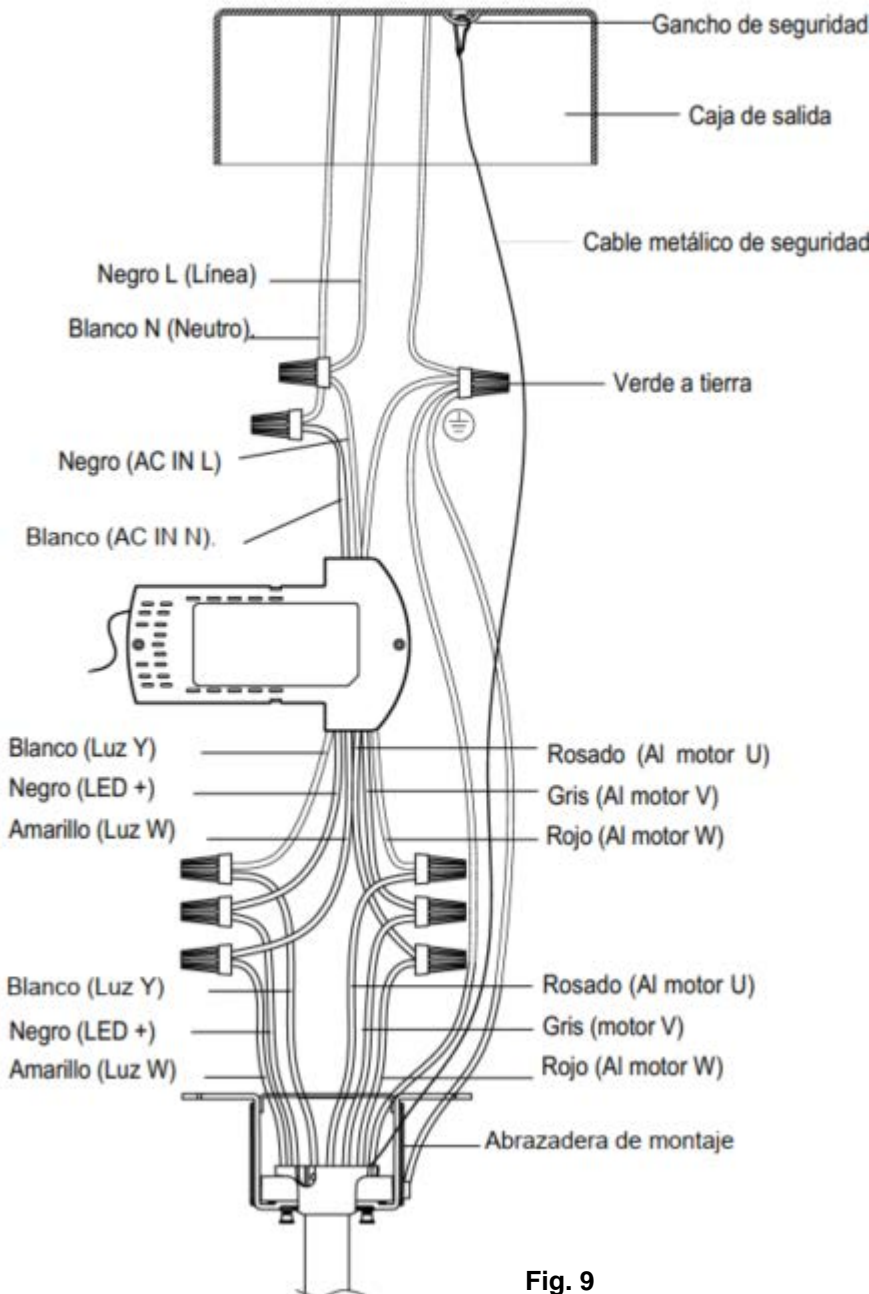

Fig. 9
- Complete el cableado eléctrico según la sección de “DIAGRAMA DEL CABLEADO ELÉCTRICO” a continuación. (Fig. 9)
1. Conecte el cable de alimentación vivo doméstico (negro) al cable de entrada del receptor (negro, CA IN L) como se muestra en la (Fig. 9)